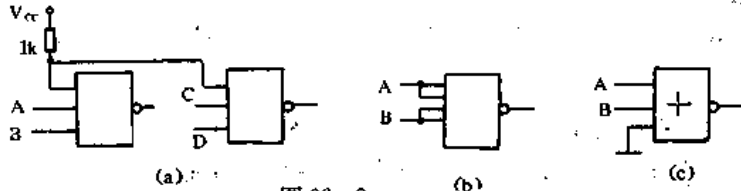

图 30-8
③TTL、HTL 电路的输入端悬空具有高电平的逻辑功能,为了获得最快的开关速度和最好的抗干扰能力,应将不使用的输入端或悬空位置接固定高电平或与使用的输入端并联使用。不用输入端的几种处理方法如图 30-8 所示。